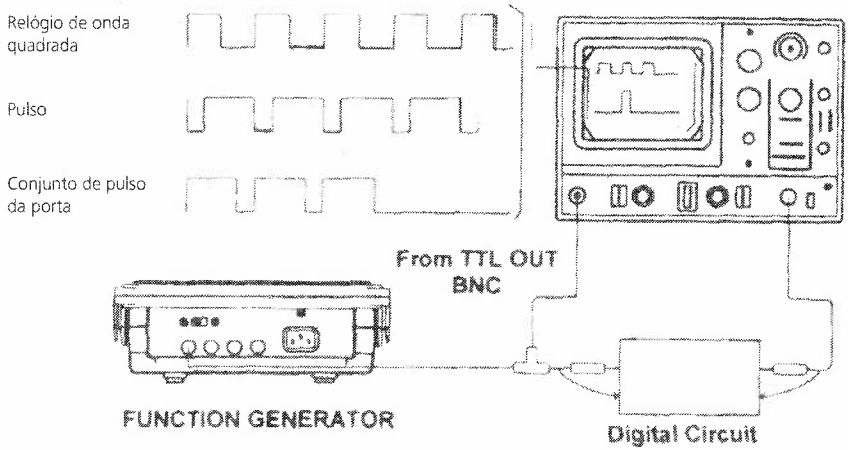

Figura 7
- a) Consulte a figura 7 para conexão.